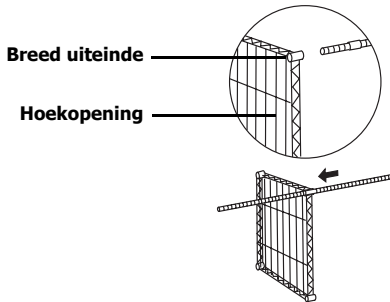

fig. 2
4. Houd de plank op zijn kant en schuif de paal door één van de hoekopeningen [fig. 2].